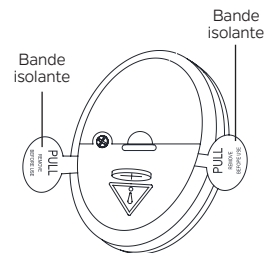

Fig. 22A
ACTIVER LES PILES DE L'ÉMETTEUR ET ACTIVER L'ÉMETTEUR (Fig. 22A)
Étape 1. Pour activer l'émetteur, retirez soigneusement les bandes isolantes de l'émetteur pour activer les deux piles bouton CR2032 de 3 V préinstallées. Jetez les bandes isolantes. (Fig. 22A)